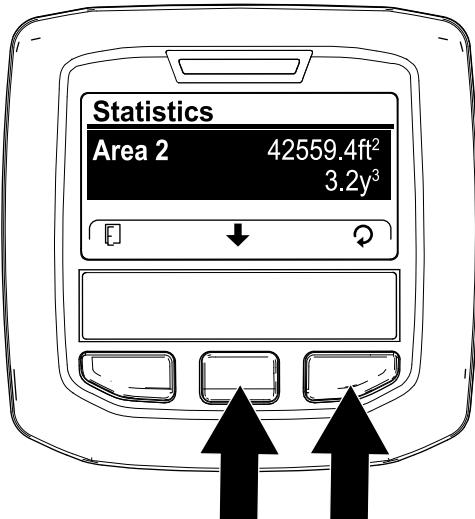

Figure 109
- Dans l'écran STATISTICS (statistiques), appuyez sur le bouton central de l'InfoCenter jusqu'à ce que l'option AREA 2 (zone 1) soit sélectionnée (Figure 109).